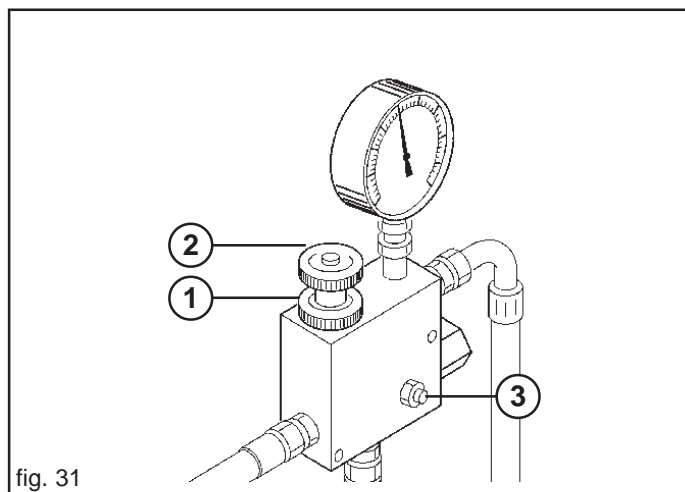

fig. 31
Si vous voulez augmenter la vitesse de rotation de la turbine pour l'engrais plus lourdes agir avec grande prudence en opérant comme suit (Fig. 31):
- desserrer le volant (1, Fig. 31);
- tourner en sens horaire ou contraire le volant (2, Fig. 31) pour diminuer ou augmenter la pression et par conséquent le nombre de tours de la turbine.